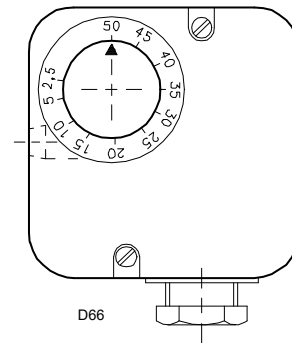

Abb. 22
- Stellen Sie den Maximal-Gasdruckwächter auf das Skalende ein (Abb. 22).